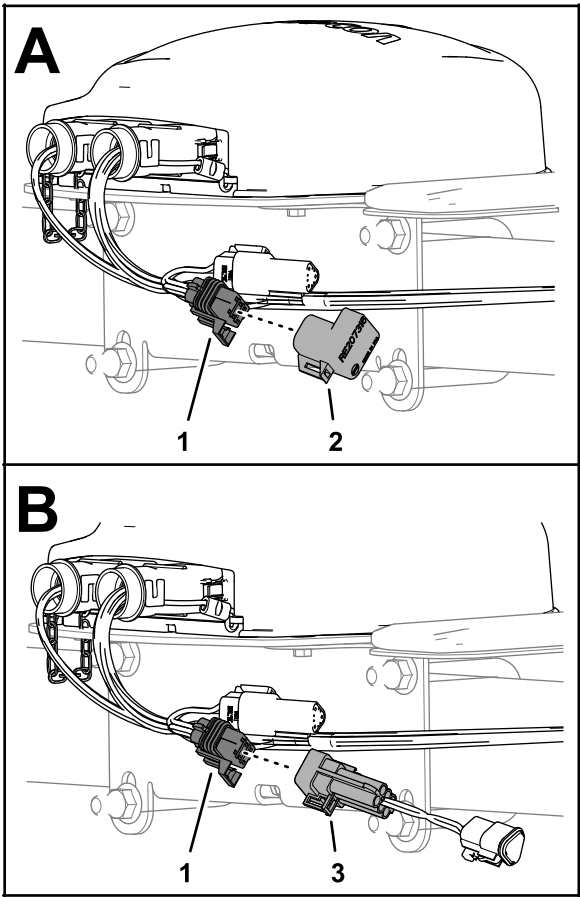

Figure 43
1. Sur le récepteur satellite, déposez la terminaison de bus ISO du connecteur à 6 douilles du faisceau GeoLink (Figure 43).
2. Branchez le connecteur à 6 broches du faisceau adaptateur de 13 cm (5 po) sur le connecteur à 6 douilles du faisceau GeoLink (Figure 43).